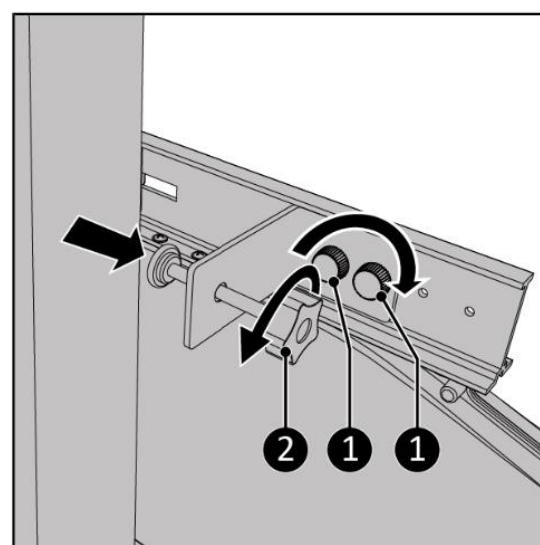

Figura 38.
12. Slăbiți șurubul de prindere de la clemă(13) (Figura 38. itemul 2).
14. Înșurubați suportul terminal pe șina principală folosind două șuruburi cu degetul mare (Figura 38, elementul 1).